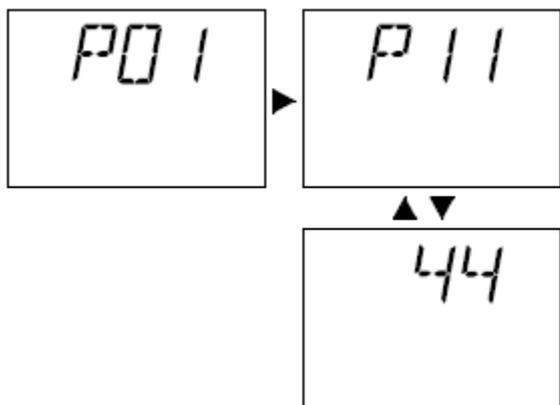

рис. 5.49
Интервал настройки ручки 2 на рис. 5.49
- Чтобы поменять настройку поверните ручку 2 (см. рис. 5.48), установив её на выбранное время (см. рис. 5.49).